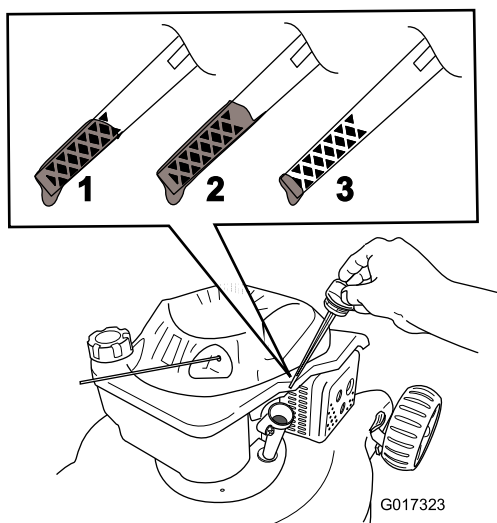

Figure 33
8. Sortez de nouveau la jauge et vérifiez le niveau d'huile (Figure 33).